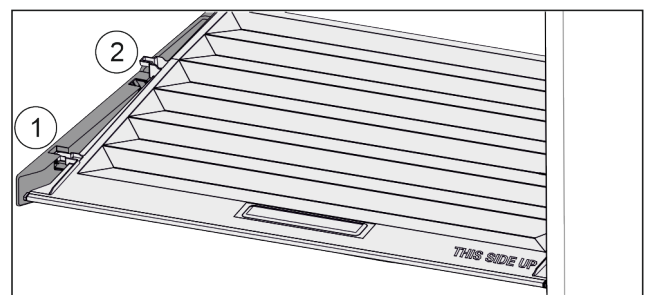

Fig. 101
- ▶ Trekk dekkelet til åpningen i holdedelene fremover Fig. 101 (1).
- ▶ Løft ut nede bak og ta opp og ut Fig. 101 (2).